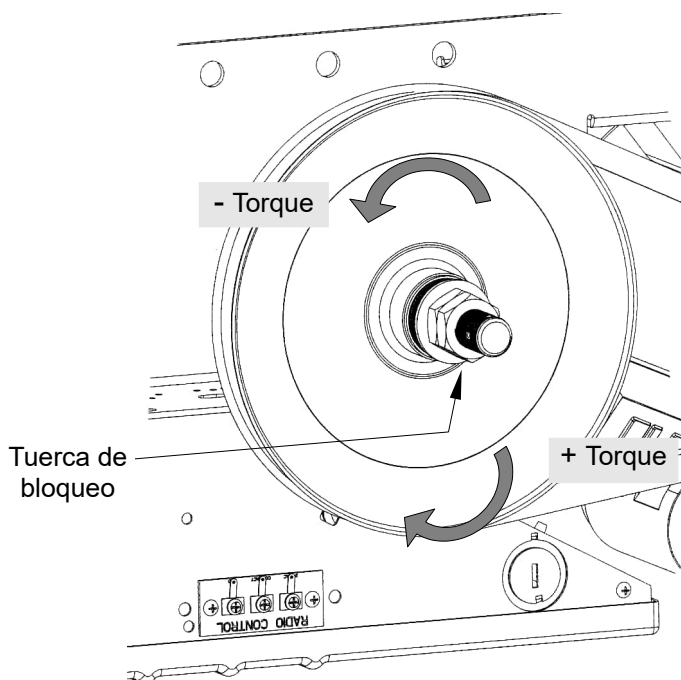

Figura 29 - Ajuste del embrague
1. Abrir las tuercas con (2) llaves 7/8", consultar la Figura 29.